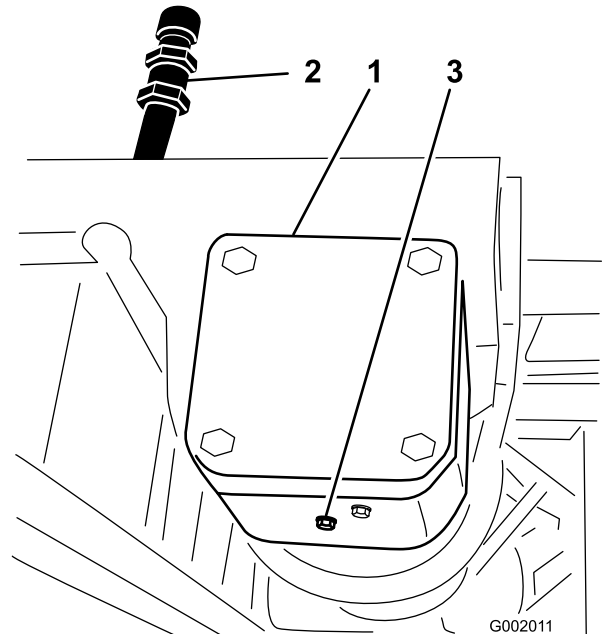

Bild 70
2. Stellen Sie eine Wanne unter die Ablassschraube am Pumpenantriebsgetriebekasten (Bild 70).
3. Nehmen Sie die Einfüll- und Ablassschraube (Bild 70) ab, damit das Öl in die Wanne ablaufen kann.